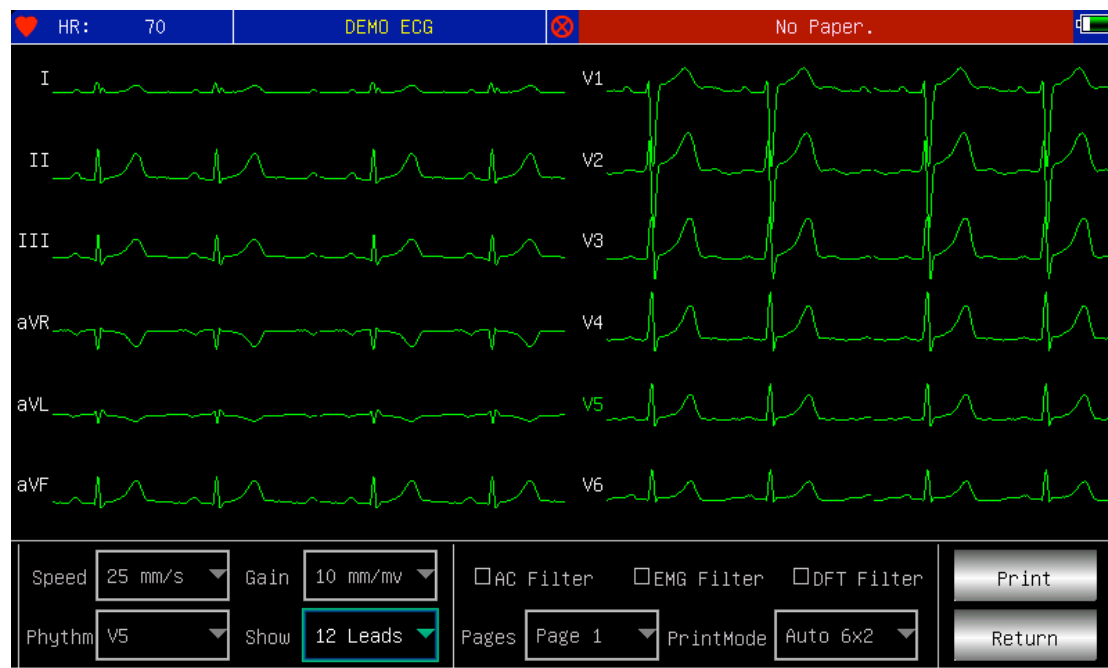

Figura 9-1
9.1 Messaggio "No Paper". verrà visualizzato sul display LCD ogni volta che si registra la carta esaurita. (Vedere Figura 9-1)